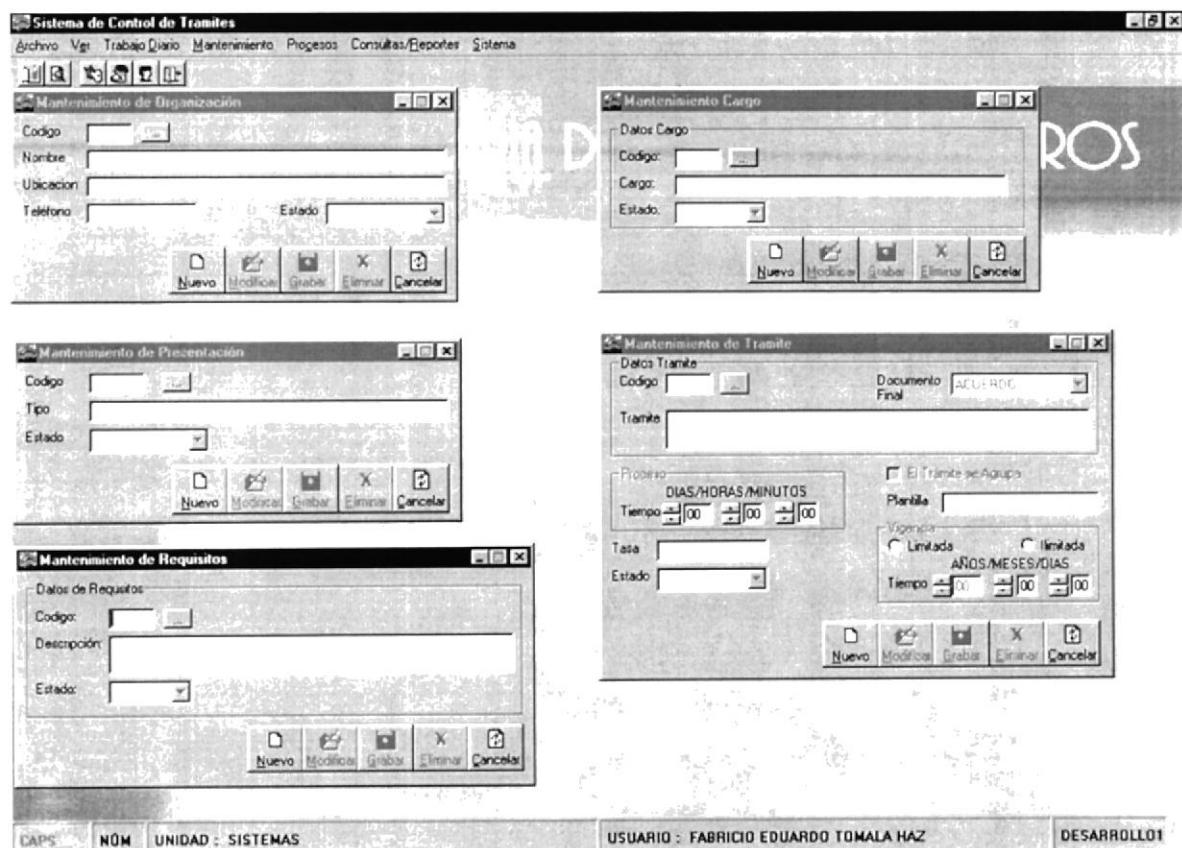

Figura. 7.5 Mosaico Vertical
- Haga click en la opción **Mosaico Vertical** del Menú **Ver**, las pantallas aparecerán (ver figura 7.5).